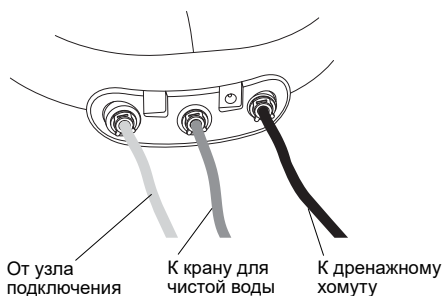

Рис. 8
- Подсоедините подводящие трубки согласно схеме, показанной на рис. 8.